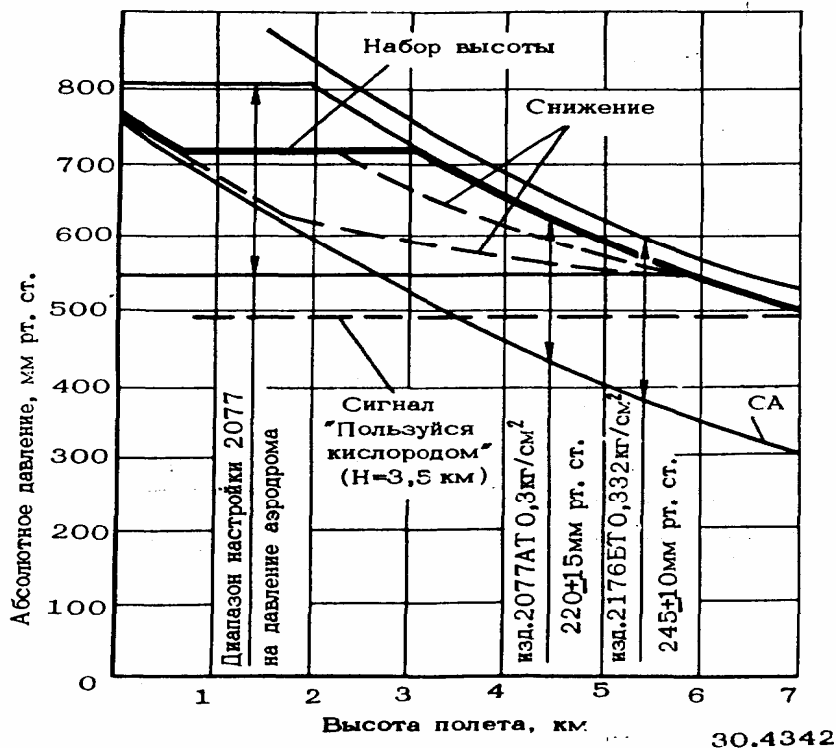

Рис. 8.7.2. График изменения давления в кабине
- автоматическое поддержание заданного закона изменения давления воздуха в кабине (рис. 8.7.2)